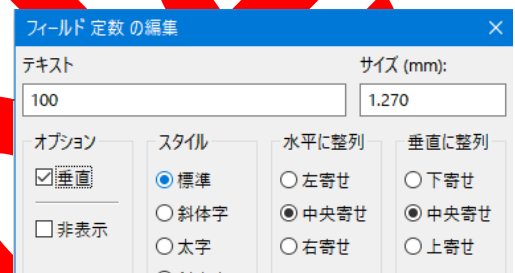

図 5-16
(10) 値の入力 ショートカットV
- ① 抵抗などの値は、部品にマウスポインタを合わせショートカットVを入力します。
- ② 「フィールド定数の編集」ダイアログが開きます。
- ③ テキスト欄に値を入力します。右図 5-16